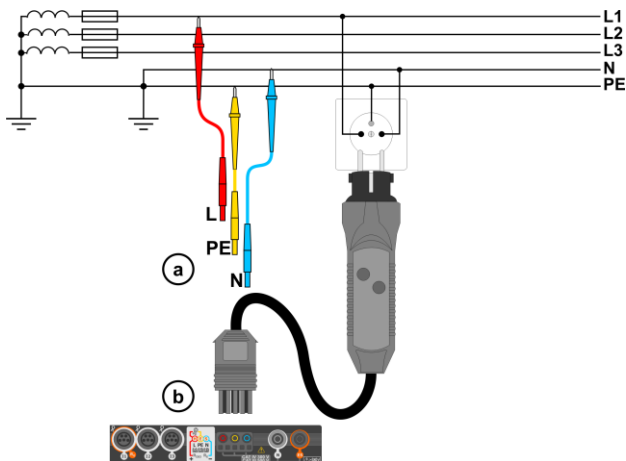

Fig. 3.1 Misura su circuito L-PE
③ Seleziona le altre impostazioni ed esegui la misura premendo **START** sullo strumento.
① Connetti i cavi di prova secondo Fig. 3.1 o Fig. 3.2.